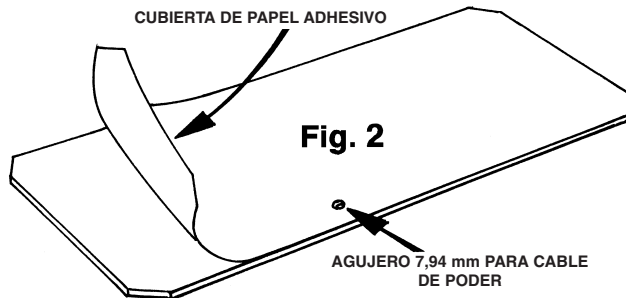

Fig. 2
6. Remueva los círculos precortados de la plantilla de caucho. (Fig. 2)
7. Remueva el papel de la plantilla de caucho. Pase los cables de corriente a través de los agujeros de la plantilla. Fig 2. **IMPORTANTE:** El lado del adhesivo de la plantilla debe de ser puesto firmemente contra la base de la luz. Cuando la plantilla esté en posición en la base, presione firmemente en la plantilla para asegurarla en su lugar. **NOTA:** Asegúrese que los cuatro (4) agujeros se alineen con los de la base de la luz de advertencia.